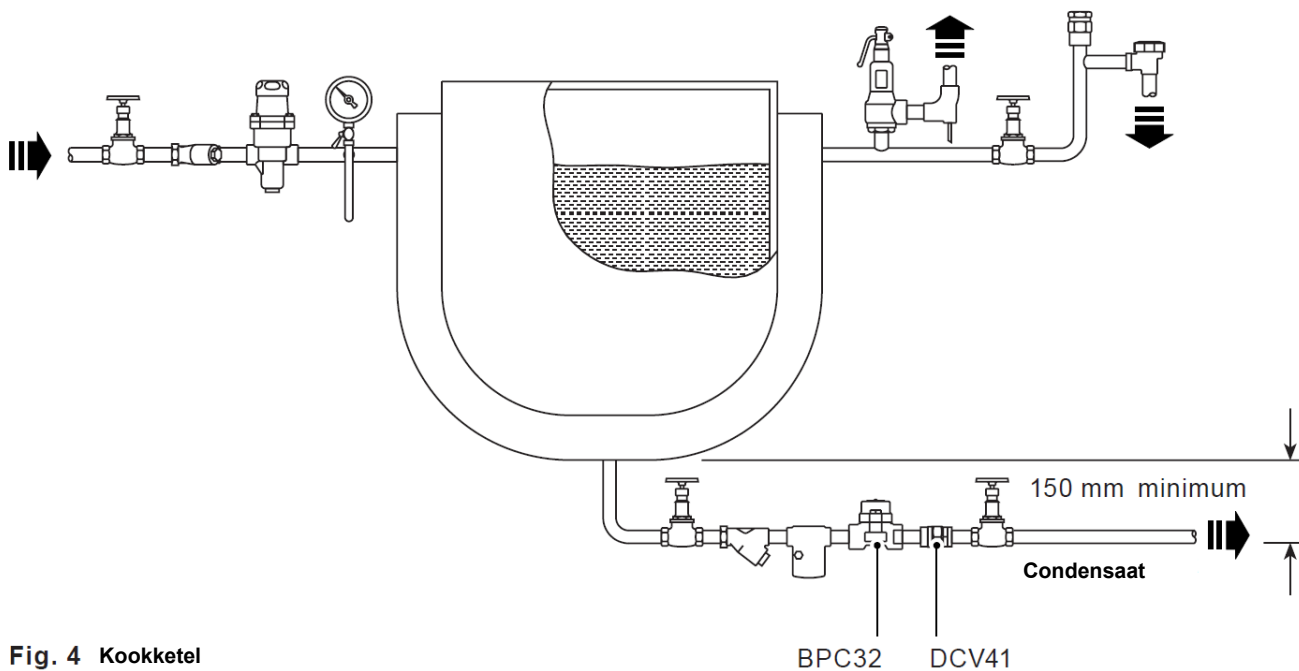

Fig. 4 Kookketel
- 3.4. Monteer de condenspot, met de doorstroming in de zin van de pijl op het huis, in een verticale of horizontale leiding. Voorzie een net voor de condenspot een valleiding van 150 mm (zie fig. 4). Opmerking: zonder valleiding, kan, bij lage belastingen, stoom over het condensaat stromen, de condenspot bereiken en een stoomstop veroorzaken.
- 3.5. Monteer steeds een terugslagklep na een condenspot die afblaast in een condensaatleiding met tegendruk. Meestal wordt die tegendruk veroorzaakt door een stijgende condensaatleiding. De terugslagklep voorkomt dat de stoomruimte volstroomt wanneer de inlaatdruk wordt gereduceerd of afgesloten. Een terugslagklep Spirax-Sarco, type DCV is hiervoor uiterst geschikt (zie fig. 4).